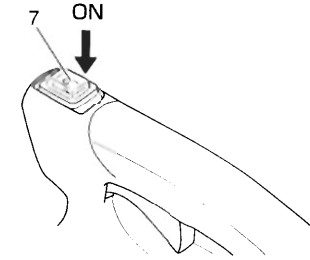

Fig. 4
1. Vérifiez que l'interrupteur (7) est en position ON. (Fig. 4)